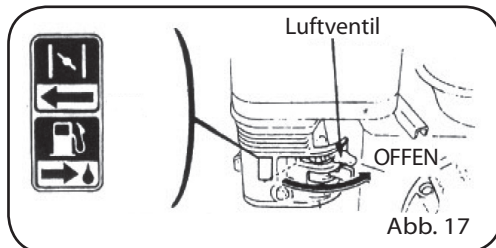

Abb. 17
1. Den Motor vorheizen und den Lufthebel auf "OFFEN" stellen (Abb.17).